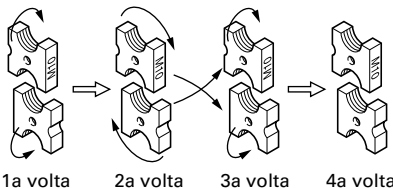

Fig. 19
- (3) Prima di applicare
- ① Ci sono quattro bordi sulla fresa. Come mostrato nella Fig. 19, cambiando la posizione del bordo, è possibile usare la lama quattro volte.